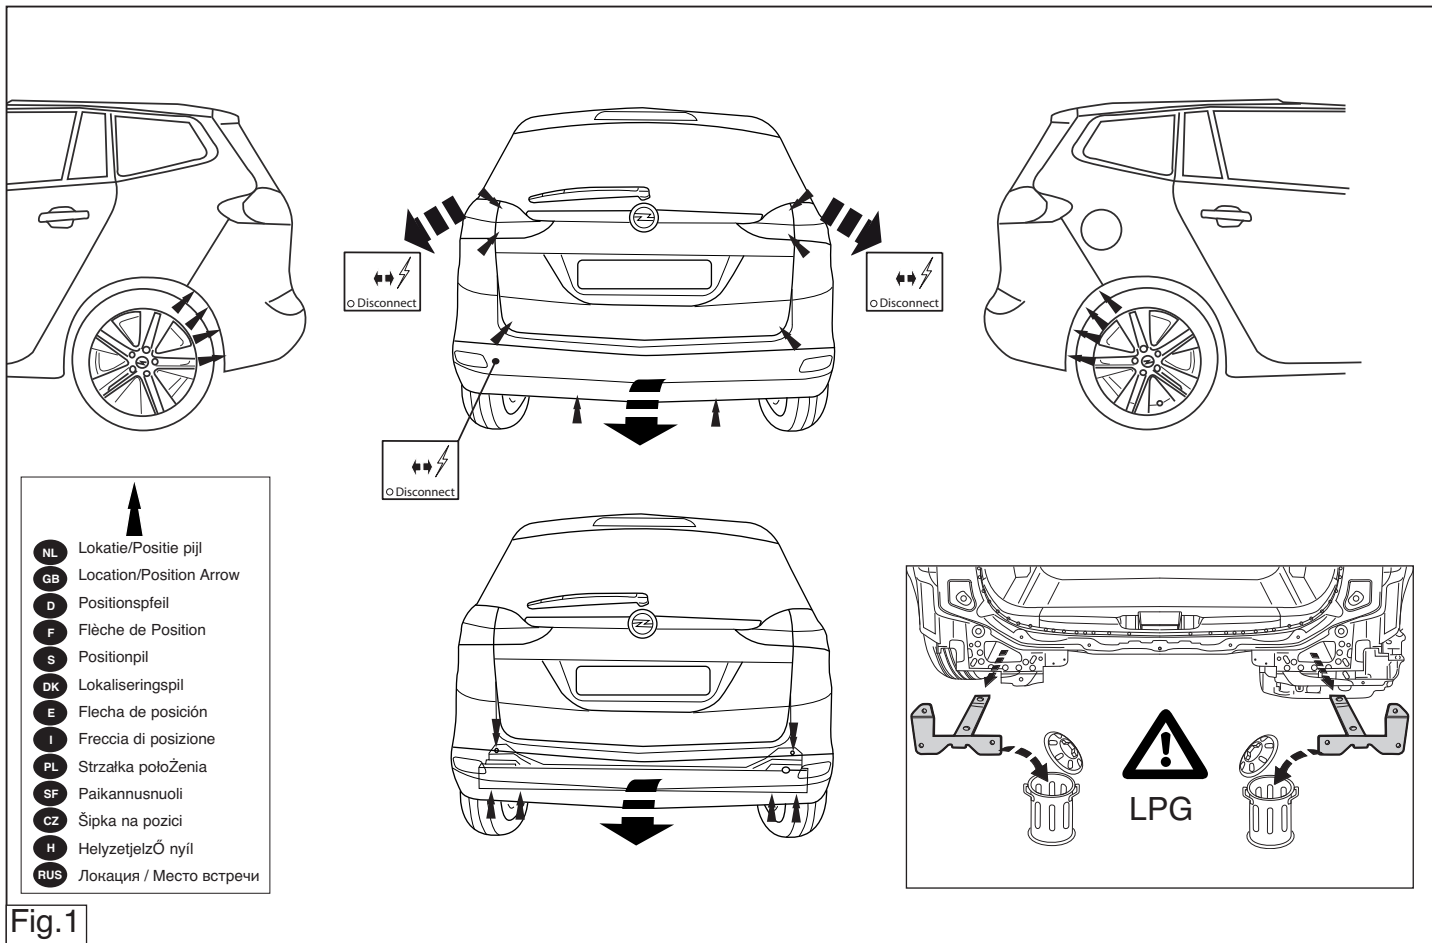

Fig.1
2. Снять бампер вместе со стальным буферным брусом автомобиля буферный брус больше не понадобится. См. рисунок 1.